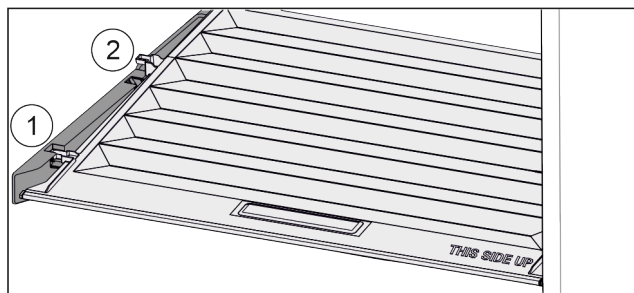

Fig. 74
- ▶ Pokrywę pociągnąć do przodu Fig. 74 (1), aż otworzy się w elementach trzymających.
- ▶ Podnieść tył od dołu i w wyjąć Fig. 74 (2) go do góry.